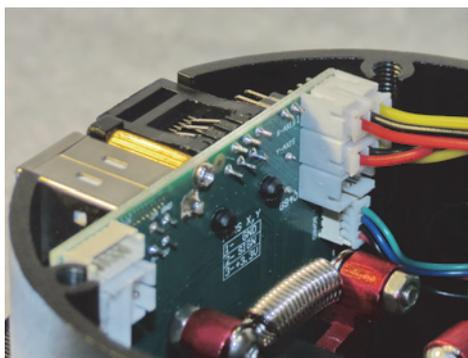

Рис. 2.3.
3. Отсоедините разъемы от датчиков MAPC (рис. 2.3).